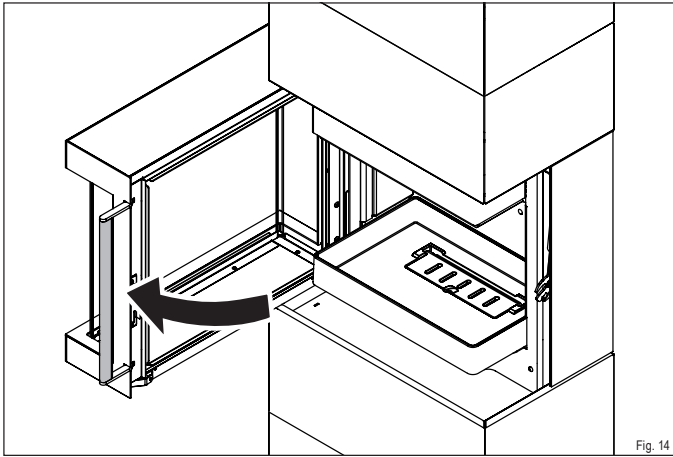

Fig. 14
- ▶ Ouvrez la porte du foyer. (Fig. 14).
- ▶ **Ouvrez la porte du foyer (Fig. 14).**
- ▶ Ouvrez la porte du foyer (Fig. 14).